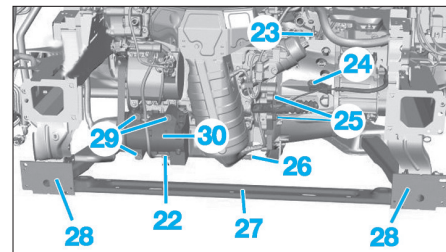

Fig. 85
- Débrancher le connecteur (22) du compresseur de climatisation (Fig.85).
- la vis du câble de masse (23),
- la vis de maintien de la conduite hydraulique (24),
- les vis de fixation du cylindre récepteur d'embrayage (25),
- la bride d'échappement (26),
- la traverse inférieure (27),
- les allonges de berceau (28),
- les vis de fixation du compresseur de climatisation (29),